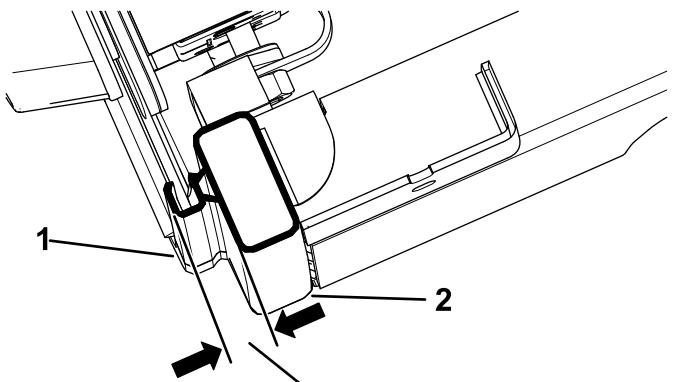

Figure 11
- Fermez complètement la porte et mesurez la hauteur du joint bulle jusqu'à la surface d'étanchéité du longeron de cabine, et vérifiez que la hauteur est comprise entre 1,9 et 2,2 cm, comme montré à la Figure 11.
- Serrez l'écrou de blocage lorsque la goupille de verrouillage atteint 1,9 à 2,2 cm, comme montré à la Figure 11.